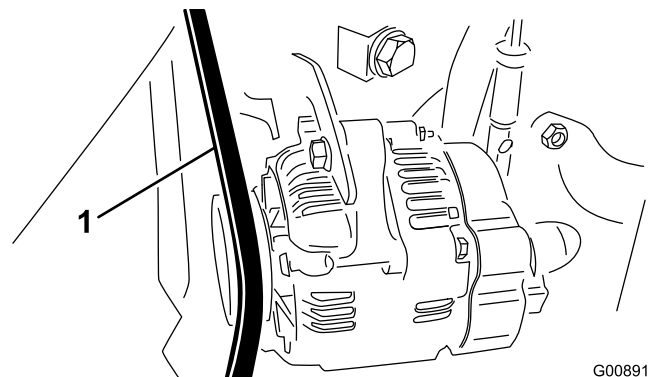

Figura 72
2. Compruebe la tensión flexionando la correa del alternador/ventilador en el punto intermedio entre las poleas del alternador y del cigüeñal con una fuerza de 30 N·m (Figura 72).